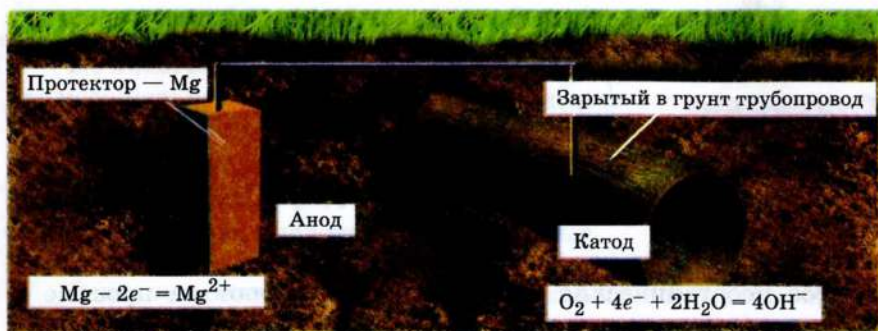

Рис. 29. Протекторная защита трубопровода от коррозии
*Протекторная защита* основана на присоединении к защищаемой металлической конструкции листов (протекторов) из более активного металла (рис. 29). В образовавшейся гальваниче-